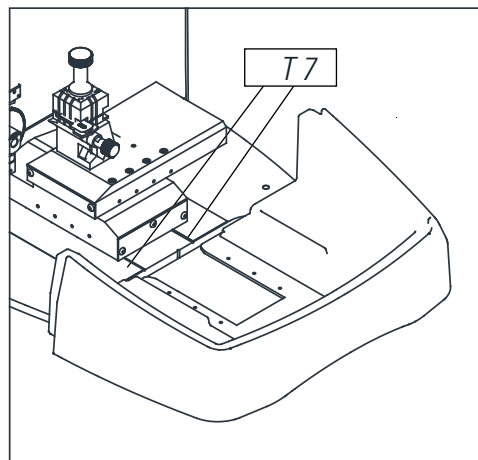

FIG. 23
- 3) Volver a introducir la bandeja llevando hasta el fondo siguiendo las dos rayas (T7) marcadas en color negro en la bancada. (Fig.23)